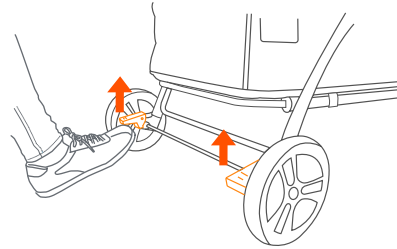

Fig. 12b
- Para soltarlos, levante suavemente la palanca del freno (Fig 12b).
- Pour dégager, soulevez légèrement le levier de frein (Fig 12b).